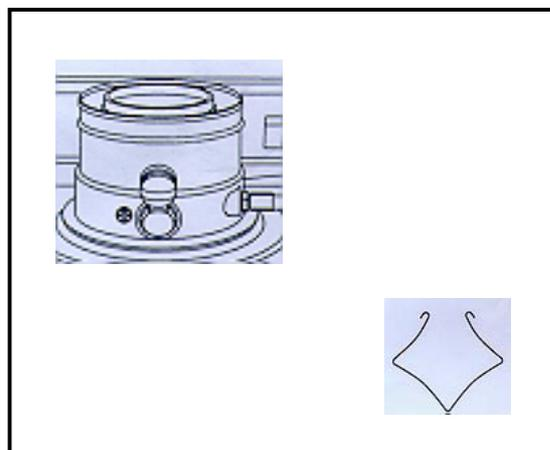
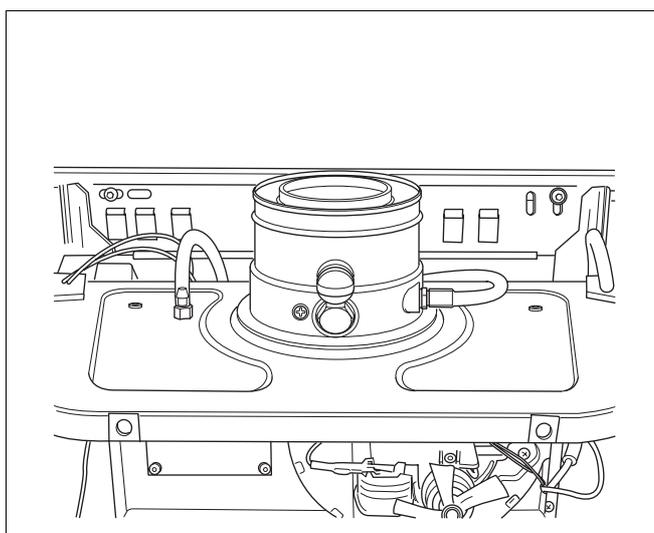

Fig. 8 Placca coassiale Ø 60/100 aria/fumi (accessorio)
Fig. 9 Placca coassiale aria/fumi
- ② Applicare sull'apparecchio la placca coassiale (fig.8) per la conduzione aria/fumi (accessorio) e fissarla alla caldaia con 3 viti autofilettanti (fig. 9).
- ② Controllare che la placca sia inserita regolarmente.
- ② Ricollegare il tubetto al silicone al pressostato dell'aria nella presa di misurazione sulla parte destra della placca coassiale.